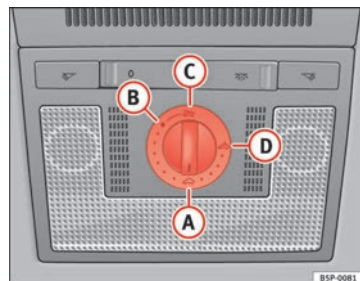

Fig. 68 Detalle del revestimiento interior del techo: mando giratorio del techo corredizo / deflector
- Gire el mando a la posición **(A)** ⇒ fig. 68 ⇒ **!**.